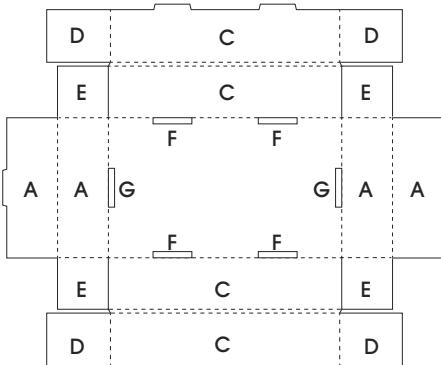

Figure 2
2. Dépliez les rabats. (Voir Figure 2)